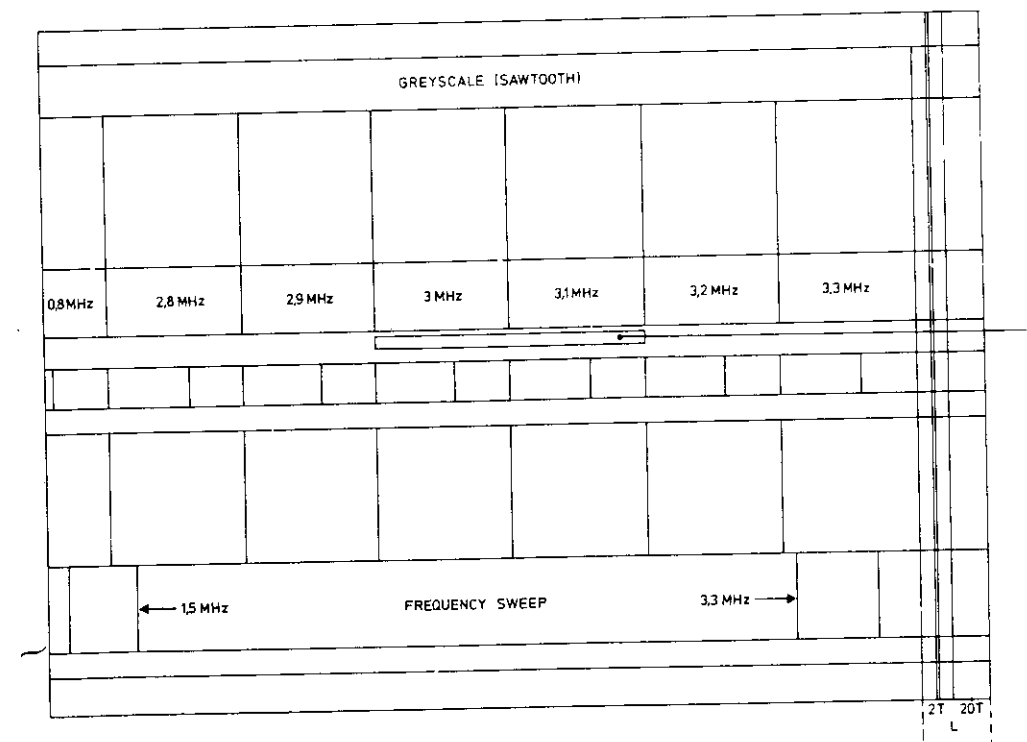

Fig. 5.3
- Adjust 3017 so that during the dropout signal the grey level of area A (see Fig. 5.3.) is the same as that of the rest of the bar.
- Adjust 3041 so that the interference (severe noise) in area A (see Fig. 5.3.) just disappears during the dropout test signal.
- 3017 zodanig instellen dat het grijsniveau van vlak A (zie Fig. 5.3.) gedurende het drop-out signaal gelijk is aan de rest van de balk.
- Régler 3017 de manière que le niveau du gris de la surface A (voir fig. 5.3.) soit égal à celui du reste du faisceau.
- 3041 zodanig instellen dat de storingen (grote ruis) in vlak A (zie Fig. 5.3.) gedurende het drop-out test-signaal juist verdwijnen.
- Régler 3041 de manière que les interférences (bruit) sur la section A (voir fig. 5.3) pendant l'absence du signal d'essai aient tout juste disparu.
- 3017 so einstellen, dass der Grauegel der Fläche A (siehe Abb. 5.3.) beim Drop-out-Signal gleich dem übrigen Teil des Balkens ist.
– 3041 so einstellen, dass die Störungen (mit grobem Rauschen) in der Fläche A (siehe Abb. 5.3.) während des Drop-out-Signals gerade verschwinden.